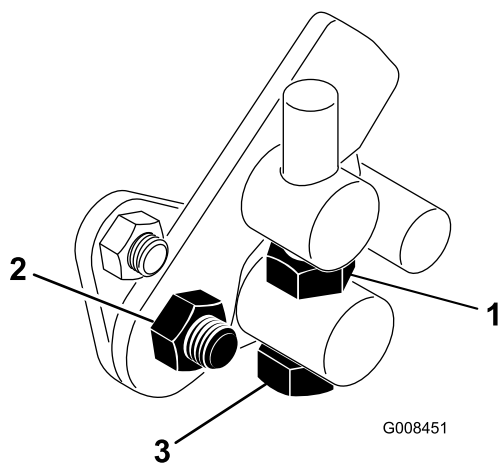

Figure 42
1. Desserrez l'écrou de blocage sur le boulon de tourillon (Figure 42).
4. Serrez l'écrou de blocage sur le boulon de tourillon et l'écrou sur le pivot de la pédale pour bloquer le réglage (Figure 42). Vérifiez le réglage et ajustez-le si nécessaire.